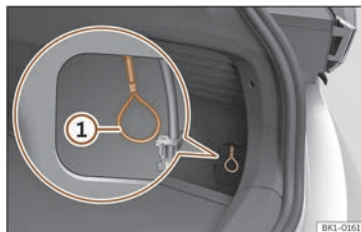

Fig. 62 Dietro la copertura: sblocco di emergenza del connettore di carica.
- Afferrare il laccio per lo sblocco manuale di emergenza >>> **fig. 62 ①**. Il connettore di ricarica può essere rimosso >>> .